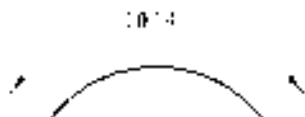
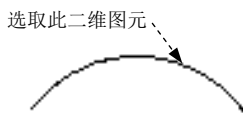

图 5.2.48 角度显示
图 5.2.49 选取二维草绘图元
➤ 标注图 5.2.48 所示的圆弧的角度，可以按照如下的方法操作。
Step3. 选取图 5.2.49 所示的二维草绘图元，此时出现半径尺寸，然后右击，此时系统弹出图 5.2.50 所示的弧尺寸类型的快捷菜单，在其中选择 **角度** 命令，此时在视图中显示角度，在合适的位置单击中键放置尺寸，如图 5.2.48 所示。